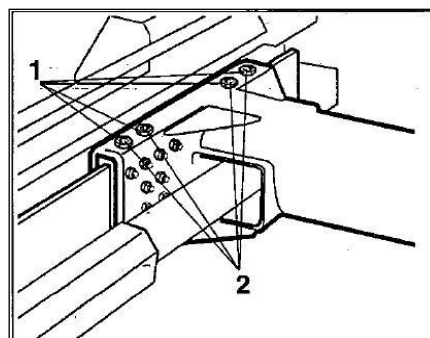

Fig.8.6
- Løsn de fire låsemøtrikker (1 Fig.8.6).
- Skrue hver af de seks låsemøtrikker (2 Fig.8.6) en kvart omgang.
- Stram de fire låseskruer (1 Fig.8.6)